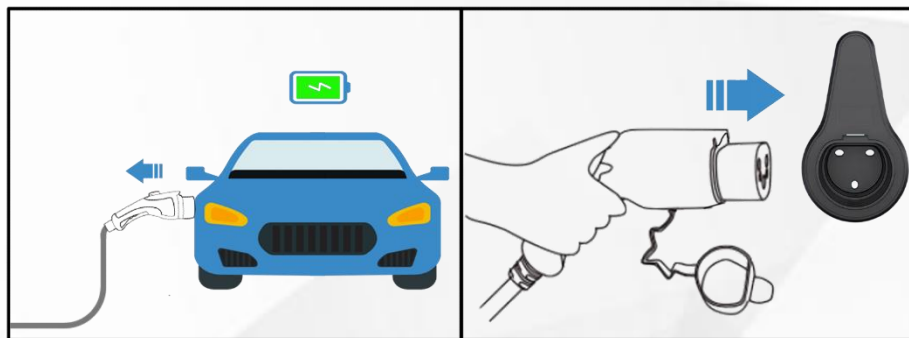

图 16
- 5) 充电结束，请取出充电枪头并将充电枪头插入枪座，如图 16 所示